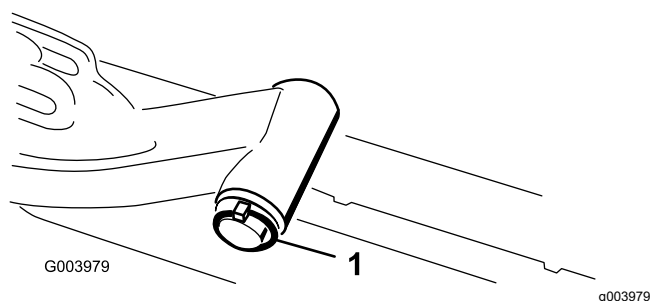

Рисунок 8
рычага к подъемному рычагу и снимите шарнир с подъемного рычага (Рисунок 8).
- С. Вставьте вал подъемного рычага в подъемный рычаг и зафиксируйте шайбой и шплинтом с кольцом (Рисунок 8).